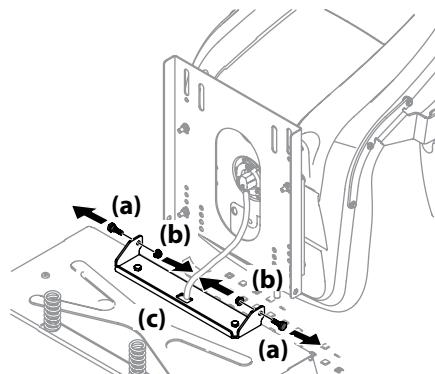

Figura 2-2
2. Quite los dos tornillos con reborde (a) y las tuercas de seguridad con brida (b) del soporte del asiento (c) tal como se muestra en la Figura 2-2.